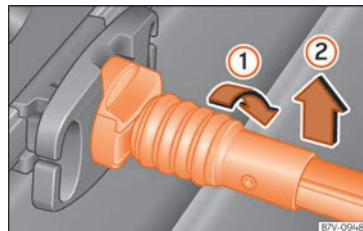

Fig. 175 Sganciare la rete per bagagli.
- Ruotare la barra di sostegno verso destra di 90° » » » fig. 175  finché la tacca rossa sulla